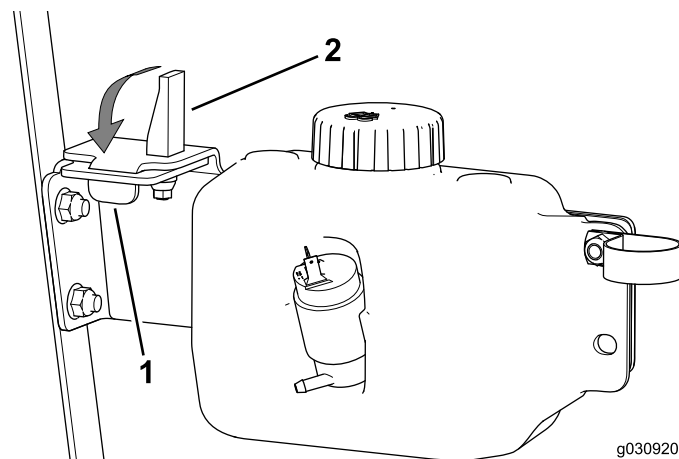

图36
5. 将凸耳插入槽中，并将膨胀门锁轴套插入水箱面板的孔中 (图36)。
6. 向下反转膨胀门锁控制杆 (图36)。